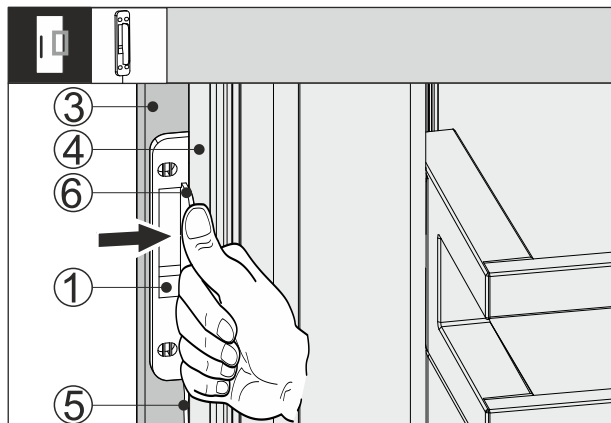

Fig. 66
- ▶ Tolja be a koppintásérzékelőt Fig. 66 (1) a bútor előlapja Fig. 66 (3) és a készülék ajtaja Fig. 66 (4) közé úgy, hogy a kábel Fig. 66 (5) kissé megfeszüljön. A koppintásérzékelő ütközője Fig. 66 (6) felfekszik a készülék ajtajára Fig. 66 (4).
- ▶ Nyomja rá a koppintásérzékelőt Fig. 66 (1) a szekrény előlapjára Fig. 66 (3).
- ▷ Felragasztotta a koppintásérzékelőt Fig. 66 (1). A koppintásérzékelő felragasztásával optimalizálható a koppintási jel átvitele.
- Ha tartósan rögzítik a koppintásérzékelőt Fig. 66 (1), az növeli az élettartamát.
- ▶ Csavarozza fel a koppintásérzékelőt Fig. 66 (1) a mellékelt csavarokkal a bútor előlapjára Fig. 66 (3).